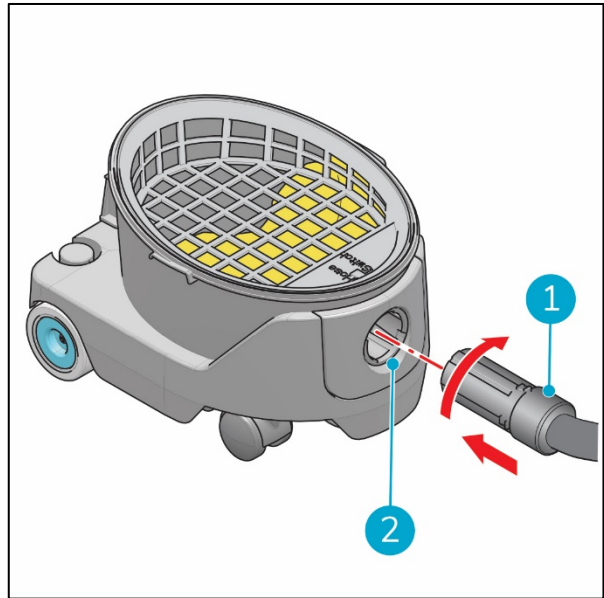

Figura 12
14. Coloque a mangueira flexível (Figura 12, posição 1) no conector da mesma (Figura 12, posição 2) e rode-a no sentido dos ponteiros do relógio para a bloquear no lugar.